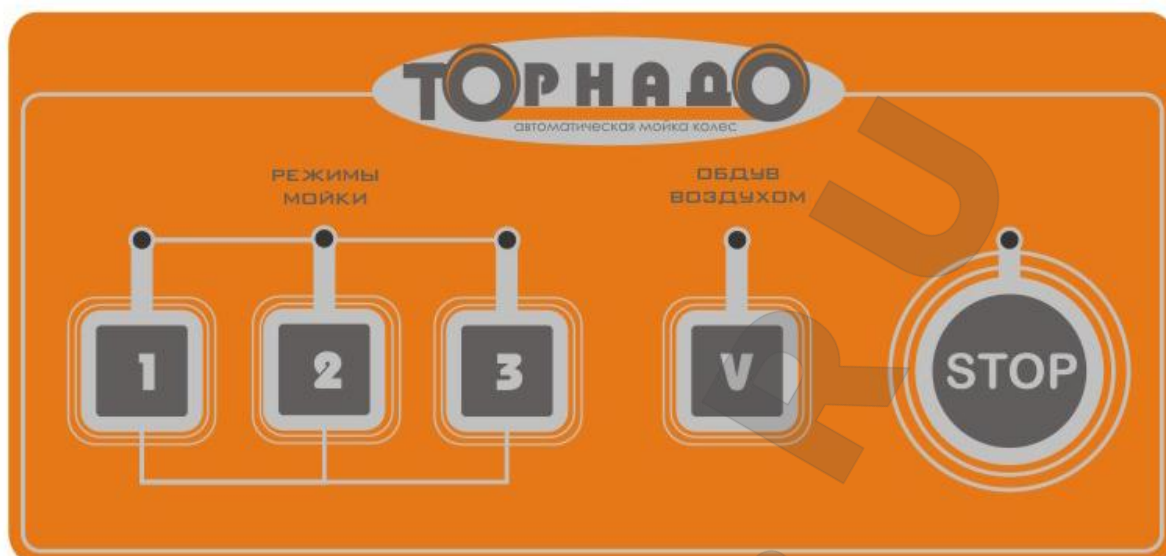

Рис. 5. Панель пленочная.
4.4. Наполнить ванну водой не ниже и не выше 3см отметки красного указателя, который расположен внизу моечного отделения между валами рис. 5
4.10. Снять крышку с электротехнического отделения (рис.5), потянув ее вверх и на себя, и визуально проверить работу стенда, нажав на одну из кнопок программ мойки, расположенных на кнопочной (пленочной) панели управления. **Вал электродвигателя привода колеса должен вращаться по часовой стрелке.** Работу насоса слышно по шуму воды внутри моечного отделения. По окончании программы мойки, привод колеса продолжает вращаться и срабатывает электромагнитный клапан подачи воздуха, обдув происходит в течение 15с. После этого привод колеса отключается.